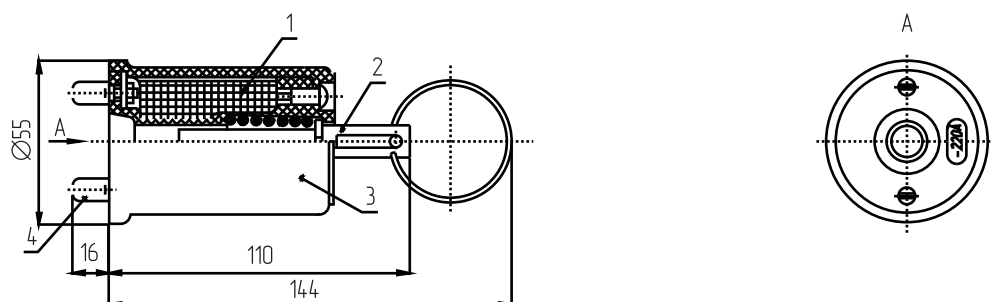

Рисунок 2
Электромагнитный ключ КЭЗ–1М (рис. 2) состоит из соленоидной катушки (1), вилки штепсельного разъема (4) и подпружиненного стального штока (2), заключенных в ударопрочном полиамидном корпусе (3). Шток ключа имеет элемент фиксации его в крайнем разблокированном положении.